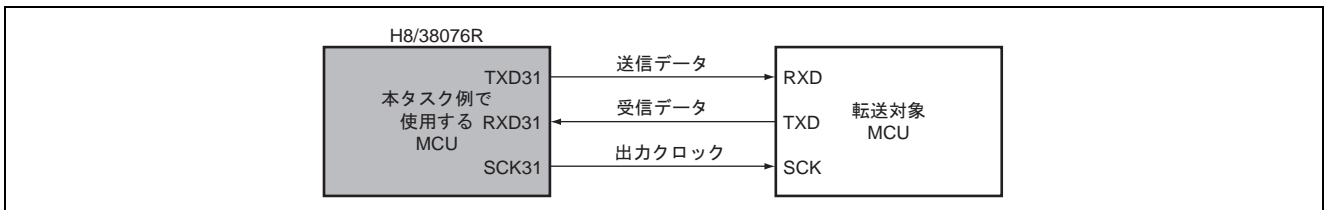

図 1 クロック同期式モードのシリアルデータ同時送受信
- 図 1 にクロック同期式モードのシリアルデータ同時送受信の接続例を示します。